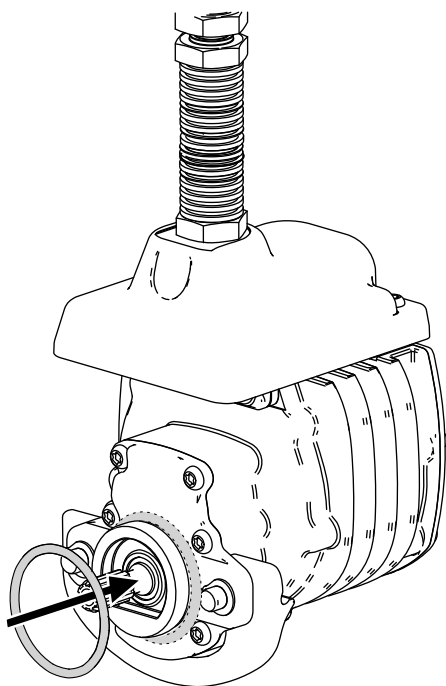

図 3
3. 各リールモータに、**図 3** のように O リングを取り付ける。